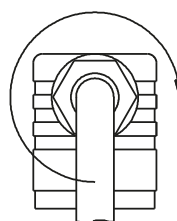

Abb. 5
- ↪ Drücken Sie das Innenteil ⑧ bis zum Einrasten in die Leitungsdose ②.
- ↪ Stecken Sie die Zentralschraube in die Leitungsdose und ziehen Sie die Kabelverschraubung an (→ Abb. 5).